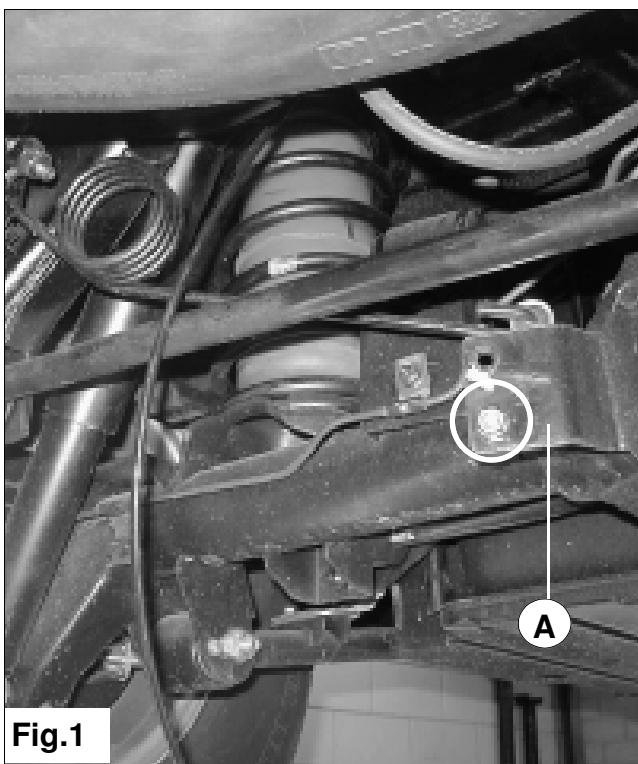

Fig.1
2. Plaats de arm van de LAR in het onderste gat van de steun **A**. Zie fig. 1.
2. Put the LSV arm in the lower hole of the LSV bracket. See fig.1
2. Stellen Sie die arm des ALB in das untere Loch von der ALB Stütze. Sehe fig. 1.